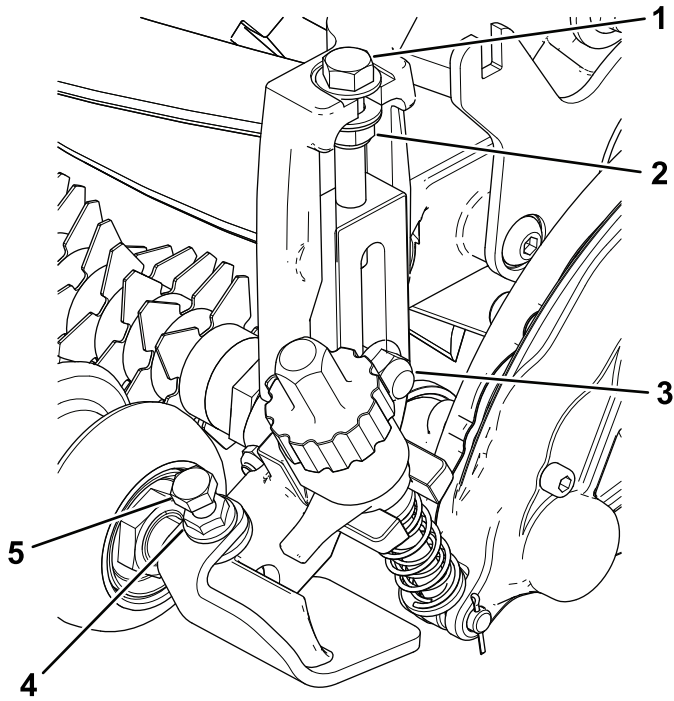

图12
4. 拧紧将剪草高度支架组件固定到侧板上的托架螺栓和锁紧螺母（图12）。
5. 拧紧剪草高度调节螺栓上的锁紧螺母，然后将锁紧螺母往回松开 1/2 圈（图12）。
6. 将前滚筒放在剪草高度支架组件的中心，用平头螺丝和凸缘螺母将其固定到位（图12）。